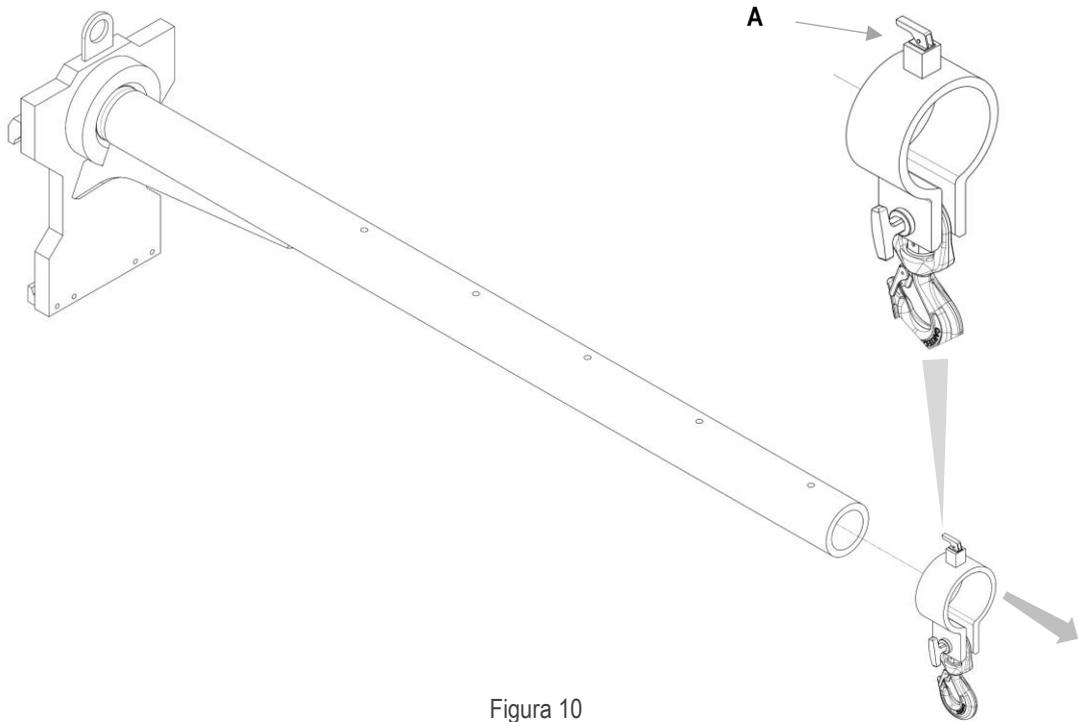

Figura 10
2. Sollevare il cricchetto (A) e far scorrere fuori il collare (Figura 10)